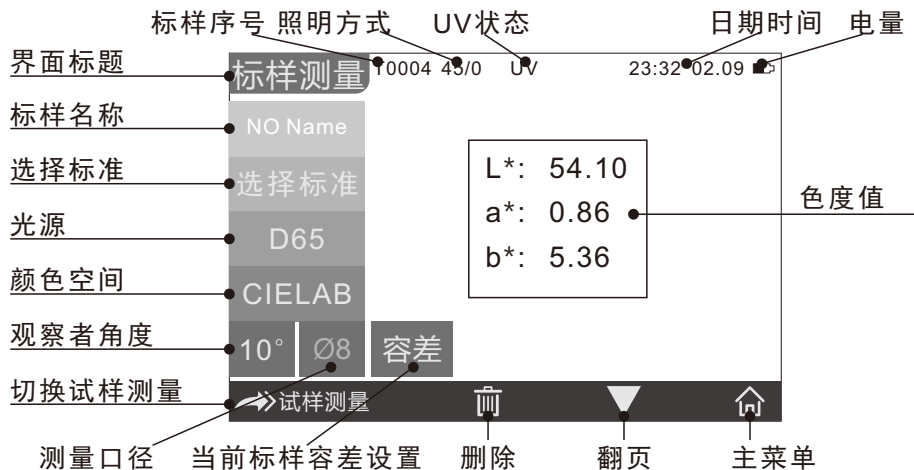

图10 标样测量界面
- 4, 蜂鸣器会“滴”的一声，同时伴随LED指示灯由黄色变为绿色，代表本次测量完成。测试完成后界面如图10、11所示，下面就标样测量界面做详细说明。